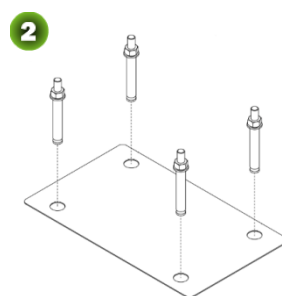

图 2-3B
- 2) 根据定位软胶片打好孔后打入 4 根膨胀螺丝，如图 2-3B；